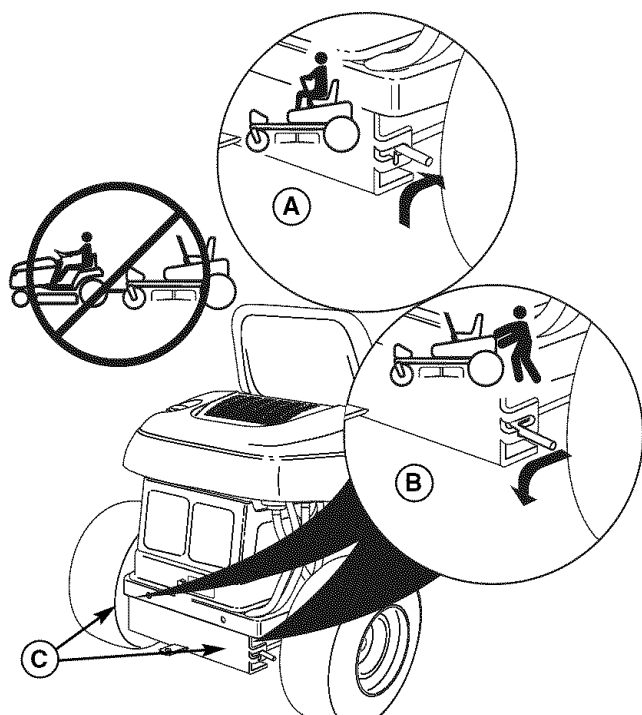

Figura 3. Palancas de desembrague de la transmisión
2. Ubique las palancas de desembrague de la transmisión (C, Figura 3) en la parte trasera de la unidad.
3. Jale las dos palancas hacia atrás y hacia abajo para desembragar las transmisiones (posición B, Figura 3).
5. Después de mover el montable, coloque las palancas de control de velocidad de avance en START/PARK (arrancar) y empuje las dos palancas de desembrague de la transmisión hacia adelante para volver a embragar las transmisiones (posición A, Figura 3).